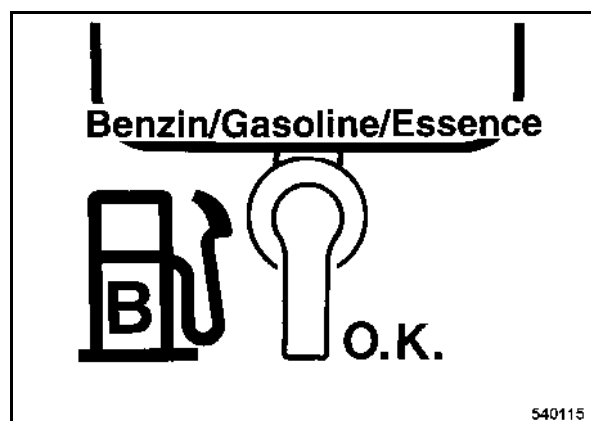

fig. 11
- Ouvrir le robinet d'arrêt du carburant (fig. 11).